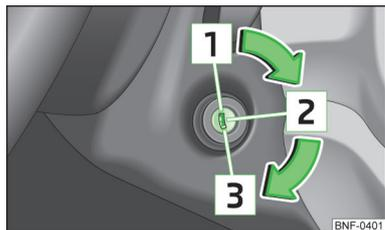

Fig. 79
Positions de la clé du véhicule dans le contacteur d'allumage » fig. 79
- Tournez la clé en position **1** » fig. 79 à la page 76.